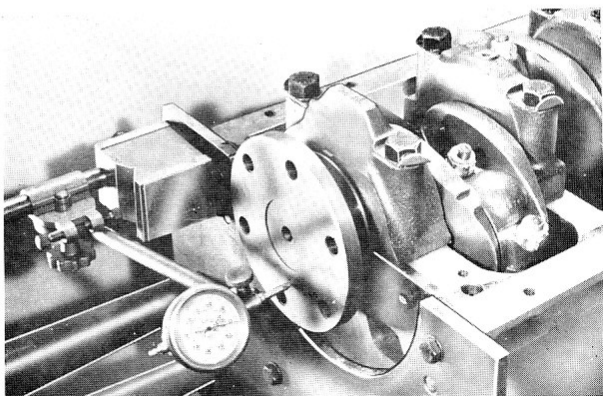

Fig. 27
- 7° Vérifier le jeu en bout de vilebrequin, qui doit être de 0,05 à 0,25 mm, en procédant comme suit : pousser alternativement le vilebrequin vers l'avant puis vers l'arrière et mesurer le jeu sur le flasque AR de celui-ci à l'aide d'un comparateur ou, à défaut, d'un jeu de jauges d'épaisseur (fig. 27 et 28).